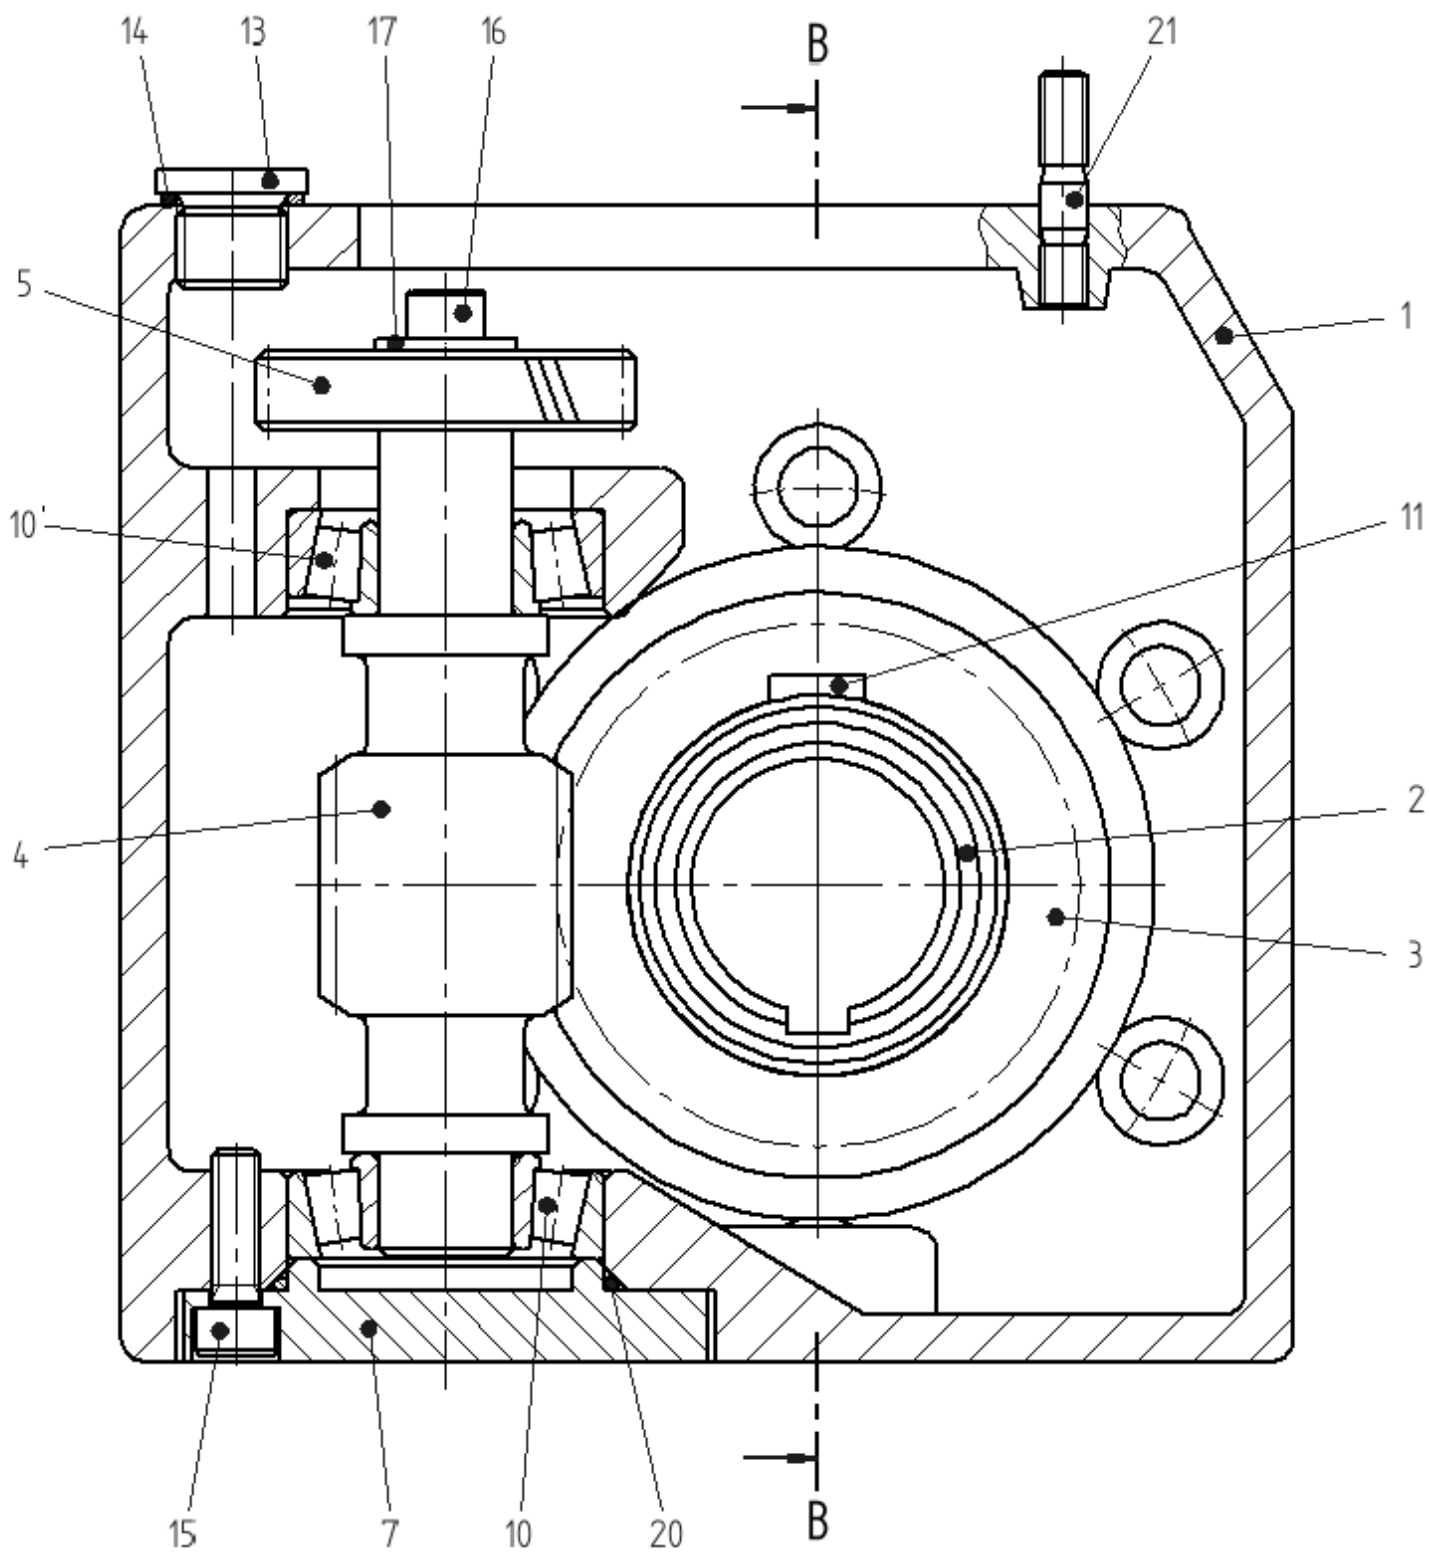

FIG. 7 – Vue en coupe à l'échelle 1 :1.
On s'intéresse au réducteur représenté sur les FIG. 7 et FIG. 8 qui sont à l'échelle 1 : 1. La pièce (4) comporte 1 seul filet. La pièce (3) comporte 34 dents. La vitesse de rotation de l'arbre (16) par rapport au bâti (1) est notée  $\Omega_e$  ; celle de l'arbre creux (2) par rapport au bâti (1) est notée  $\Omega_s$ . On donne  $\Omega_s = 36$  tr/mn.
- 1) Donnez le nom des pièces (3), (4), (5), (8), (9), (10), (13), (18), (20) et (21) ..... [4]
4) Effectuez, sur la FIG. 7, la chaîne de cotes du jeu  $J_a$  entre les pièces (7) et (10). Ce jeu  $J_a$  est il un jeu ou une précontrainte ? Pourquoi ? Précisez le nom du montage des 2 pièces (10). ..... [2.75]